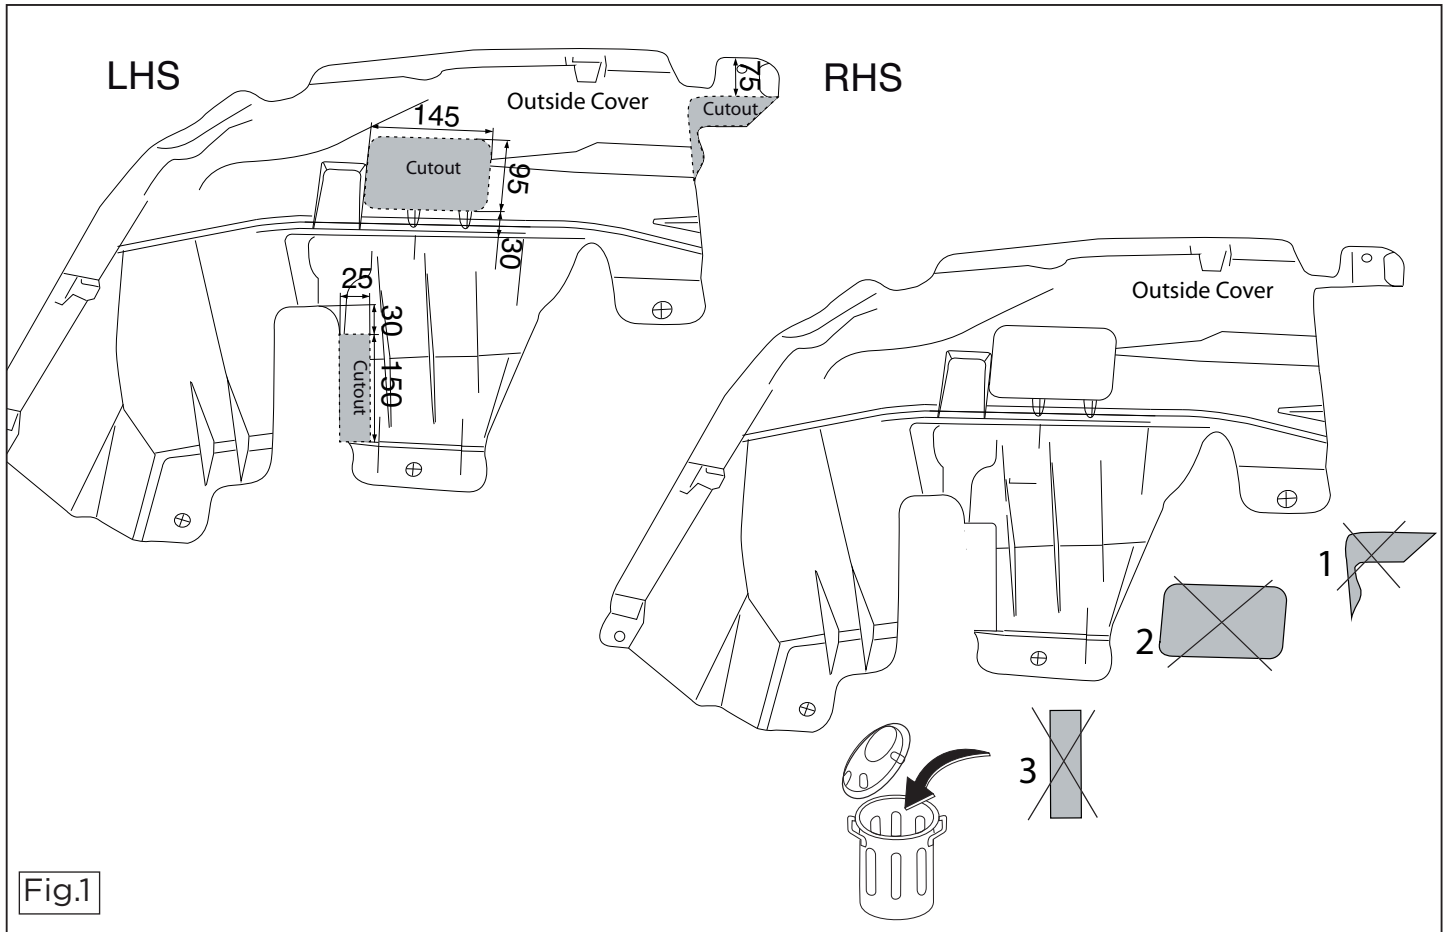

Fig.1
7. Выпилить обозначенные части, как указано на рис. 1.